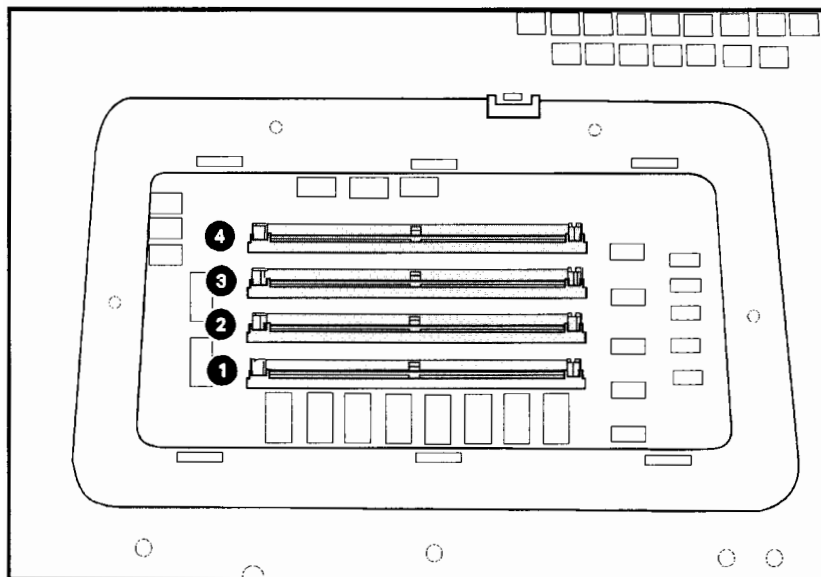
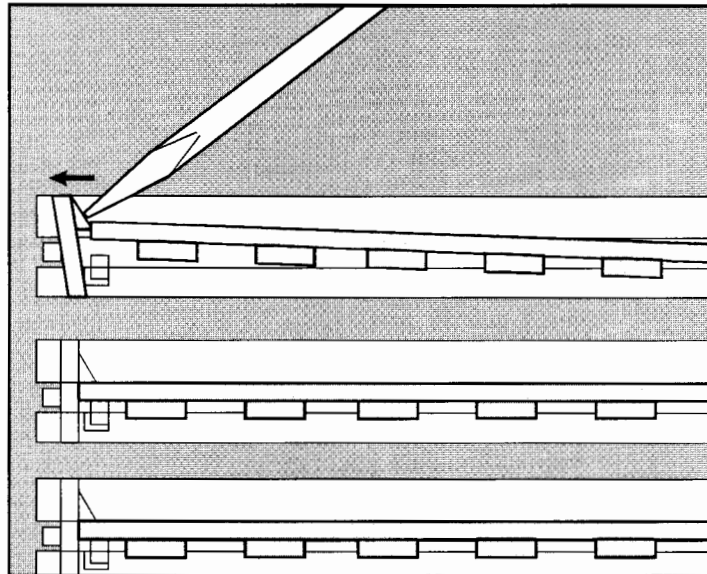

Figure 1-5. Emplacement des logements de cartes SIMM
Figure 1-8. Retrait d'une carte
N'oubliez pas que si vous installez en même temps une carte PostScript et des cartes mémoire, vous devez d'abord installer la carte PostScript dans le logement le plus bas (logement 1). Voir la Figure 1-5.
10. Par l'ouverture du panneau, vous pouvez voir les quatre logements de cartes SIMM (reportez-vous à la Figure 1-5). Lorsque vous insérez des cartes, positionnez-les en partant du logement du bas (1) et en remontant vers le logement du haut (4). *Vous devez installer en premier la carte PostScript (dans le logement 1), puis les cartes de 8 Mo, ensuite les cartes de 4 Mo, et enfin les cartes de 1 Mo. La carte PostScript doit être impérativement installée dans le logement 1.*
2. Par l'ouverture du cache, vous apercevez les quatre logements de cartes SIMM (reportez-vous à la Figure 1-5). Poussez avec les doigts contre les deux guides (clips) qui maintiennent la carte en place, jusqu'à ce que celle-ci soit dégagée. (Si nécessaire, utilisez un tournevis pour pousser *doucement* contre les clips, comme illustré à la Figure 1-8).